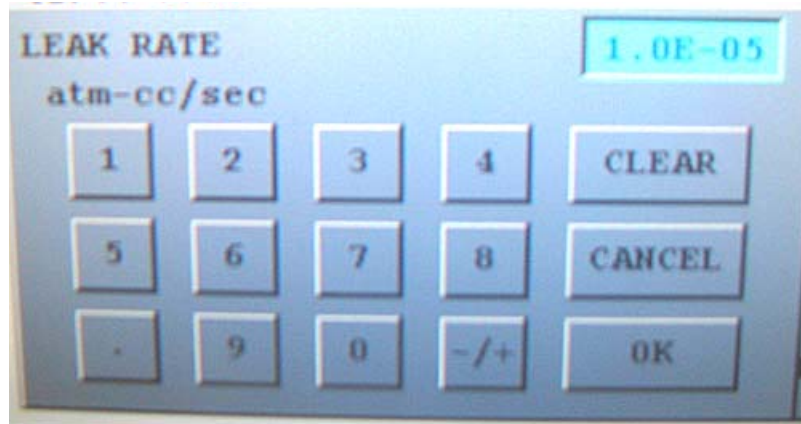

图 2-29 泄漏率键盘
3. 轻触“Split Flow”的蓝色选定按钮。检漏仪的键盘出现（第 2-52 “页图 2-29”）。